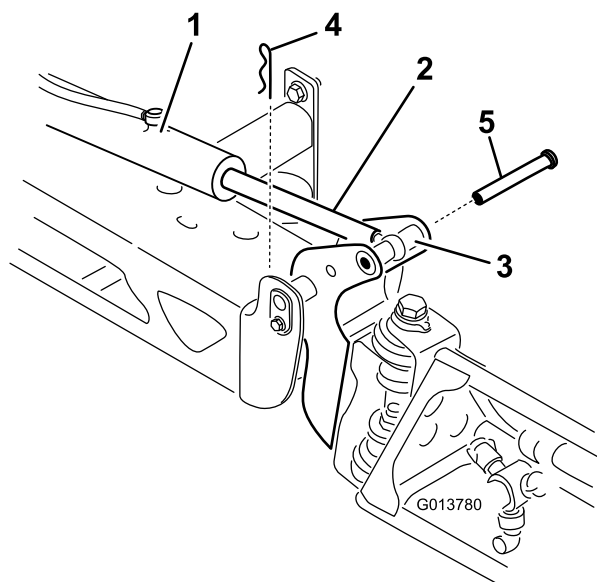

Figure 62
- Retirez la goupille fendue de l'axe de chape (Figure 62).
- Levez la section, retirez l'axe de chape et abaissez lentement la section au sol (Figure 62).
7. Tout en soutenant la section de pulvérisation, insérez l'axe de chape dans le pivot de rampe et la tige de vérin (Figure 62).